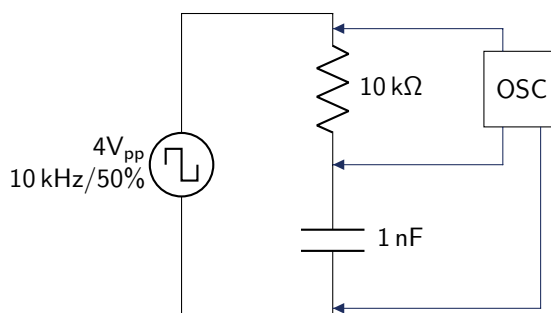

Figura 8.1: Circuito de medición para la tensión en el condensador.
1. Monte el circuito mostrado en la figura 8.1.